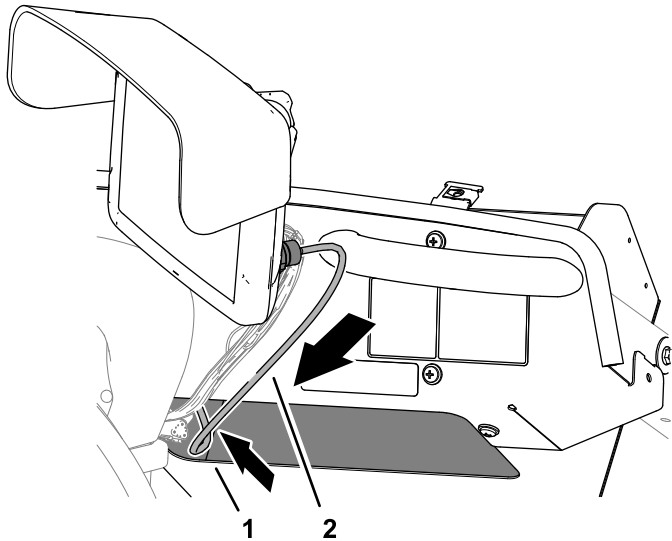

Figure 159
1. Faites passer le câble de données du modem dans le compartiment de rangement (Figure 159).